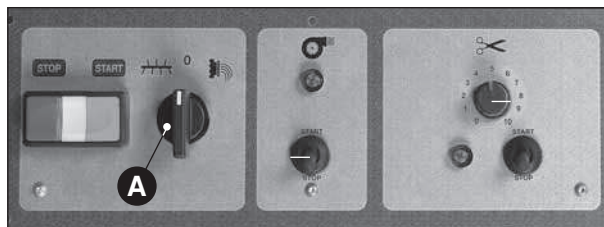

Fig. 32
Ruotare il selettore sulla posizione di impatto  (Fig. 32 A) e verificare quindi:
- Che il senso di rotazione del mescolatore sia antiorario, guardando dalla parte anteriore della macchina, quando l'interruttore (Fig. 32 A) è ruotato nella posizione "mescolare"  (anche la coclea gira in senso antiorario).
- Il funzionamento dei pulsanti e delle spie luminose secondo la simbologia riportata (Fig. 32).